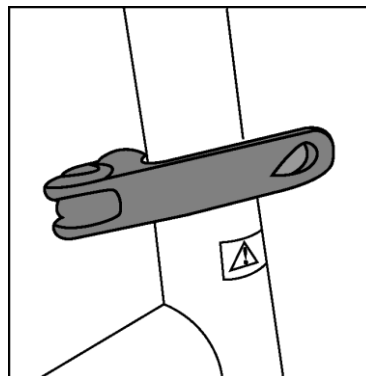

Abbildung 2: LENK- / SATTELKLAMMER
- **STEUER- / SATTELKLAMMER: Siehe Abbildung 2.** Mit diesen Klammern können Sie den Sattel und den Lenker auf die richtige Höhe einstellen. Stellen Sie sicher, dass diese Klemmen fest angezogen sind andere Funktionen